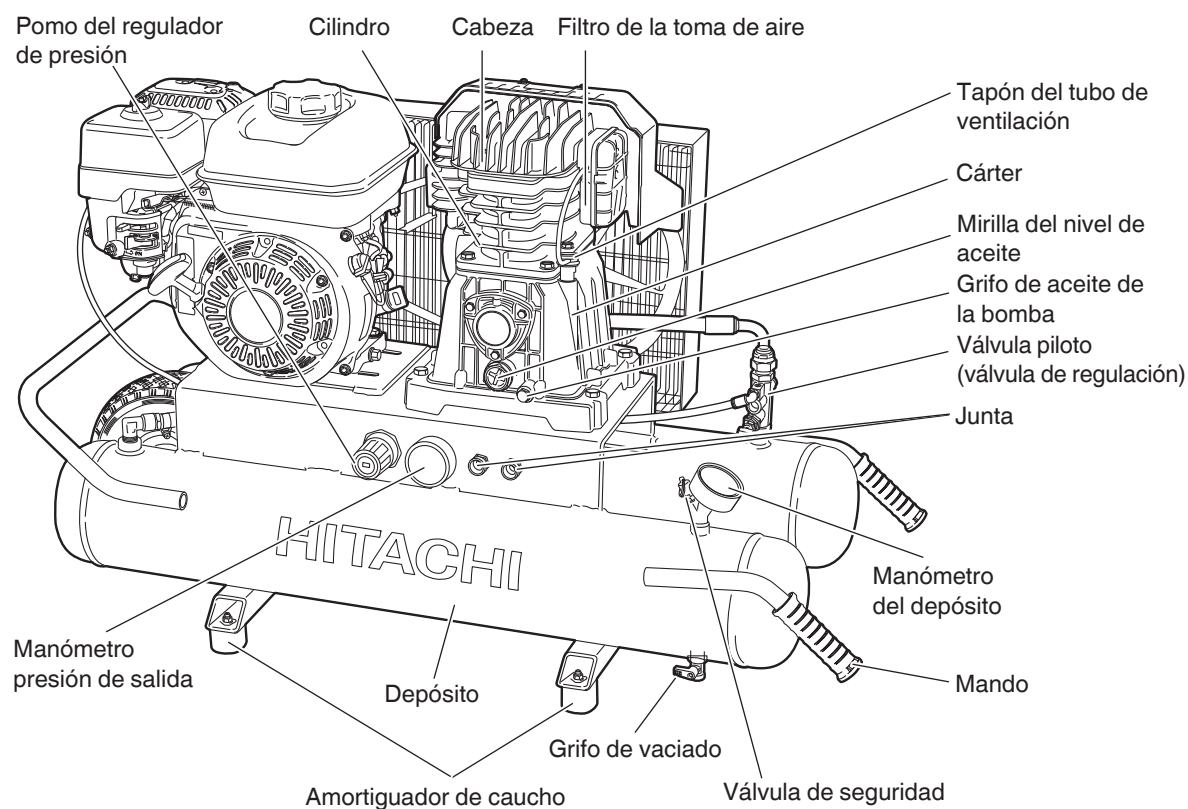

Fig. 1
⚠ PRECAUCIÓN: Cuando se utiliza o se conserva el compresor, aplicar 4 parachoques de goma abajo, sobre el piso (Consultar la Fig. 1). Vibración excesiva es la causa principal de fallo prematuro del compresor. Mantener siempre el amortiguador de caucho situado debajo del depósito.
- C) Asegúrese de que la válvula de seguridad opera correctamente (refiérase a la Fig. 1). La válvula de seguridad está diseñada para prevenir fallas del sistema descargando la presión del sistema cuando este aire comprimido alcanza un nivel predeterminado. La válvula de seguridad está preconfigurada por el fabricante y no debe ser modificada en modo alguno.